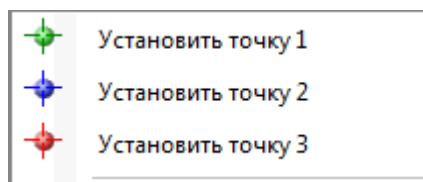

Рис. 2.118
- графически: наведя курсор на нужные узлы и щелкнув правой кнопкой мыши (рис. 2.118).